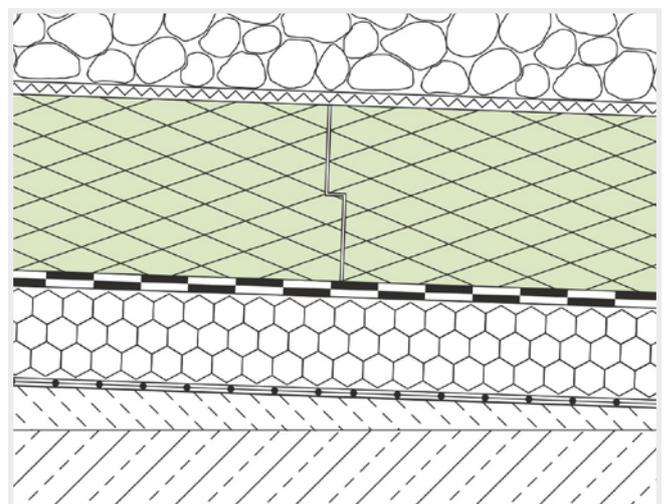

Abb. 18: Saniertes Plusdach mit Gefälledämmung im Altbestand.
- Auf die Dämmschicht kann abschnittsweise der zwischen- gelagerte Kies verteilt werden (Abb. 18), bis die gesamte Dachfläche energetisch saniert ist.